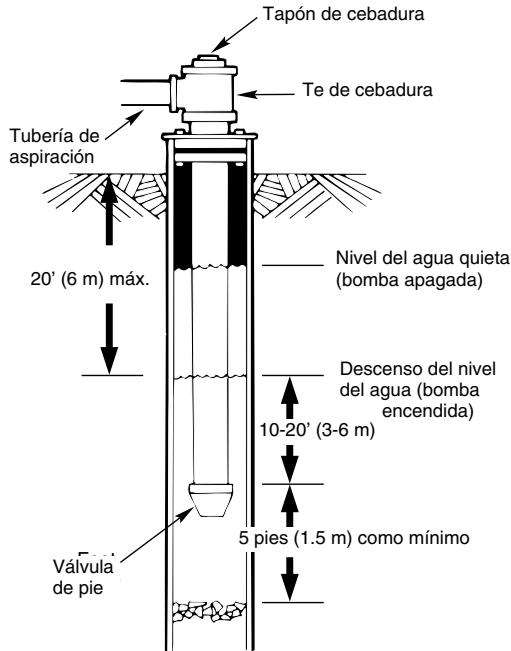

Figura 5 – Instalación en pozo entubado / excavado
5. Cuando se use una válvula de pie, se recomienda usar un te y un tapón de cebadura según se ilustra en la Figura 5.